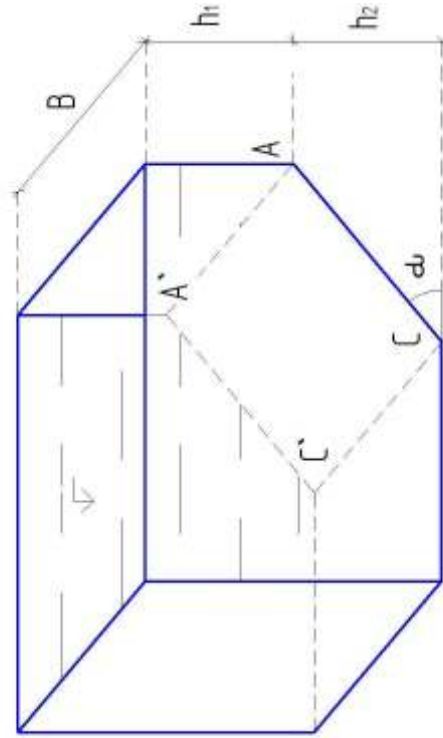

Рис. 12
18. Какова сила давления воды на наклонную стенку $AA'SS'$ открытого резервуара (рис.12) и на какой глубине расположен центр давления, если $h_1 = 3$ м, $h_2 = 2$ м, $B = 4$ м, $\alpha = 30^\circ$.